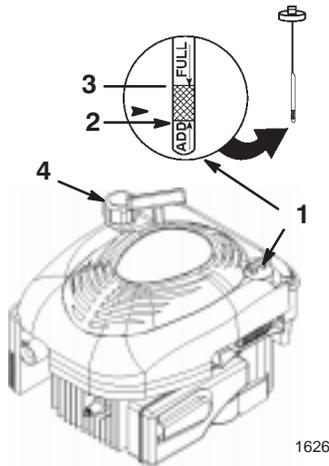

Figure 9
Avant chaque utilisation, vérifiez que le niveau d'huile arrive entre les repères maximum (**Full**) et minimum (**Add**) de la jauge (Fig. 9).
2. Nettoyez la surface autour de la jauge (Fig. 9).
6. Voyez le niveau d'huile indiqué par la jauge (Fig. 9).
1. Nettoyez la surface autour du bouchon du réservoir de carburant (Fig. 9).